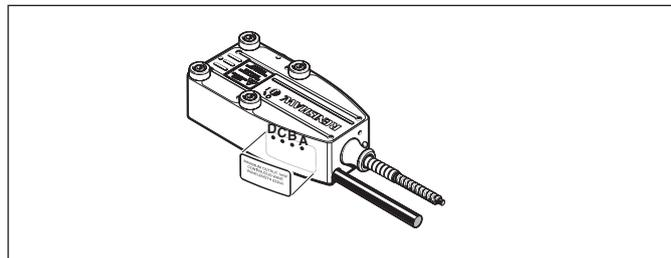

図72 - RLD検出ヘッドへの電位差計の配置
- 信号強度が1 V未満であれば、検出ヘッド側面にある2台の電位差計で調整することが可能です。ゲインを調整するには、図72と73に示したAとBの穴を使用します。電位差計はデリケートな電子部品であるため、調整には十分注意してください。